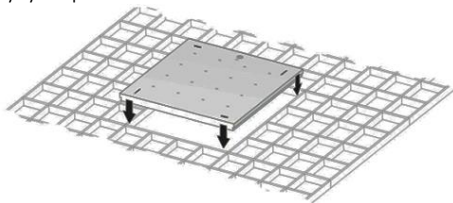
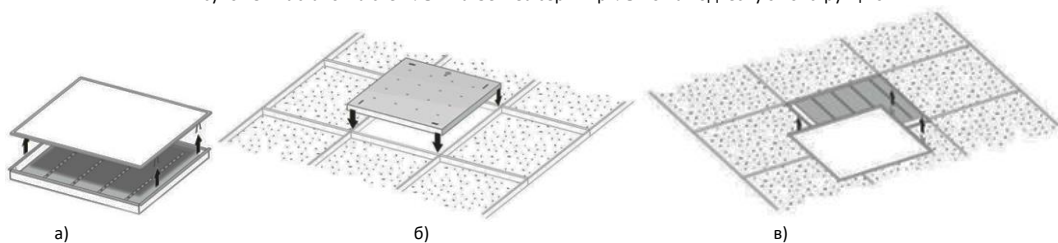

Рисунок 8 — Установка светильника Geniled серии Грильято на подвесную конструкцию.
Рисунок 9 — Установка светильника Geniled серии Эсофон на подвесную конструкцию.
5.4.6. Установите светильник Geniled на монтируемое место (Рисунок 8 — для потолка типа «Грильято», Рисунок 9 — для потолка типа «Есорфон»). Следите за тем, чтобы кабель не оказался зажат между элементами конструкции потолка и светильника. Убедитесь, что светильник надежно закреплен на потолке.